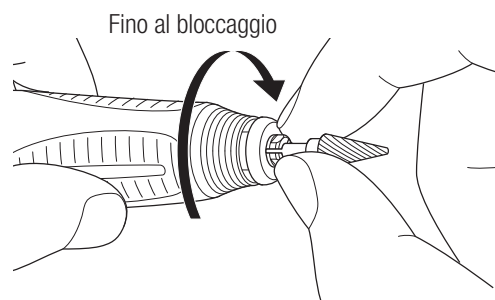

Fig. 10
- 3) Ruotare il mandrino in senso orario con il dito fino all'arresto (Fig. 10).